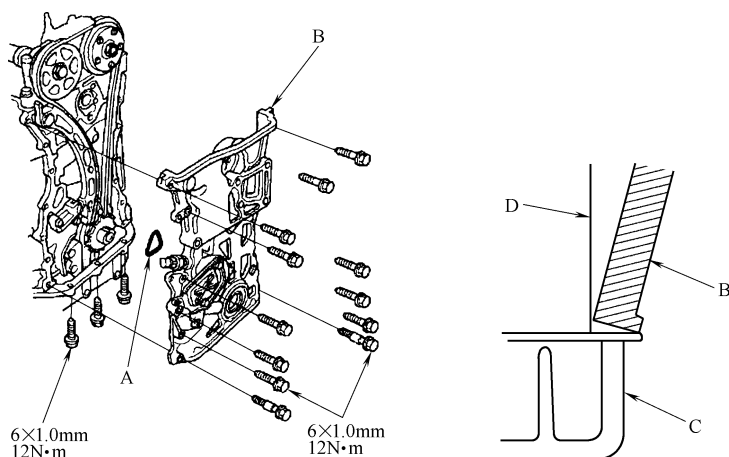

图 23-144 安装密封圈并将正时链条外壳安装到发动机缸体上
18) 按照图 23-144 所示，在正时链条外壳上安装新的 O 形密封圈 A，将正时链条外壳 B 的边缘与机油盘 C 的边缘设置到位，然后将正时链条外壳安装到发动机缸体 D 上。安装完毕后 3h 内不要启动发动机。